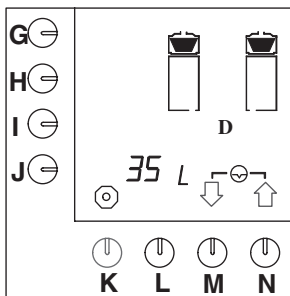
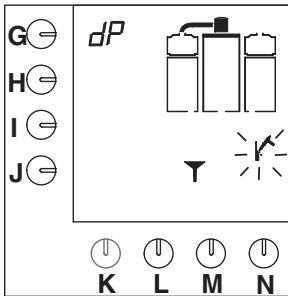

Abb. 14 Tageszähler für Kaffeebrühsystem
Abb. 16 Kaffeebrühsystem benötigt die Entkalkung
Nach der Eingabe der Benutzer-Geheimnummer erscheint Abb.14 im Display. Die Gesamtanzahl Liter Kaffee, die an diesem Tag aufgebührt wurden, kann im Display abgelesen werden.
- Drücken Sie so lange auf die Programmierstaste (G.) bis Abb.14 wieder im Display erscheint.
- Entleeren Sie den Kaffeebehälter über den Zapfhahn (X).
- Es ertönt ein akustisches Signal, das Hammersymbol blinkt und es erscheint ein Trichter im Display (Abb.16).